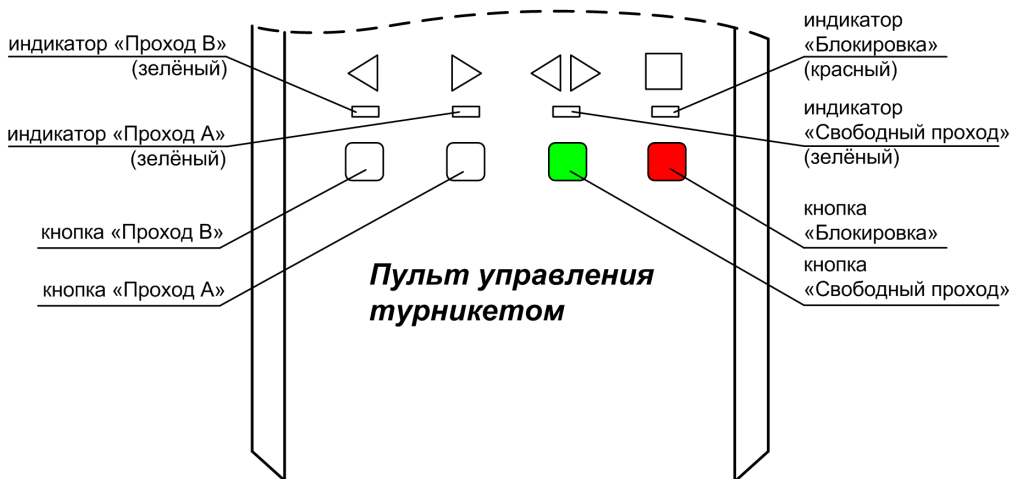

Рис.2 Пульт управления турникетом
Пульт управления турникетом (рис.2) предназначен для ручного дистанционного управления турникетом. Имеет четыре кнопки для включения (отключения) следующих режимов турникета (в порядке приоритета):
- в режиме «Ожидания» нажмите на кнопку «▶» («Проход А») (рис.2). На индикаторе состояния турникета засветится зелёная стрелка – разрешен однократный проход, проверните планки по направлению стрелки. После проворота засветится красный крестик – турникет снова в режиме «Ожидания»;